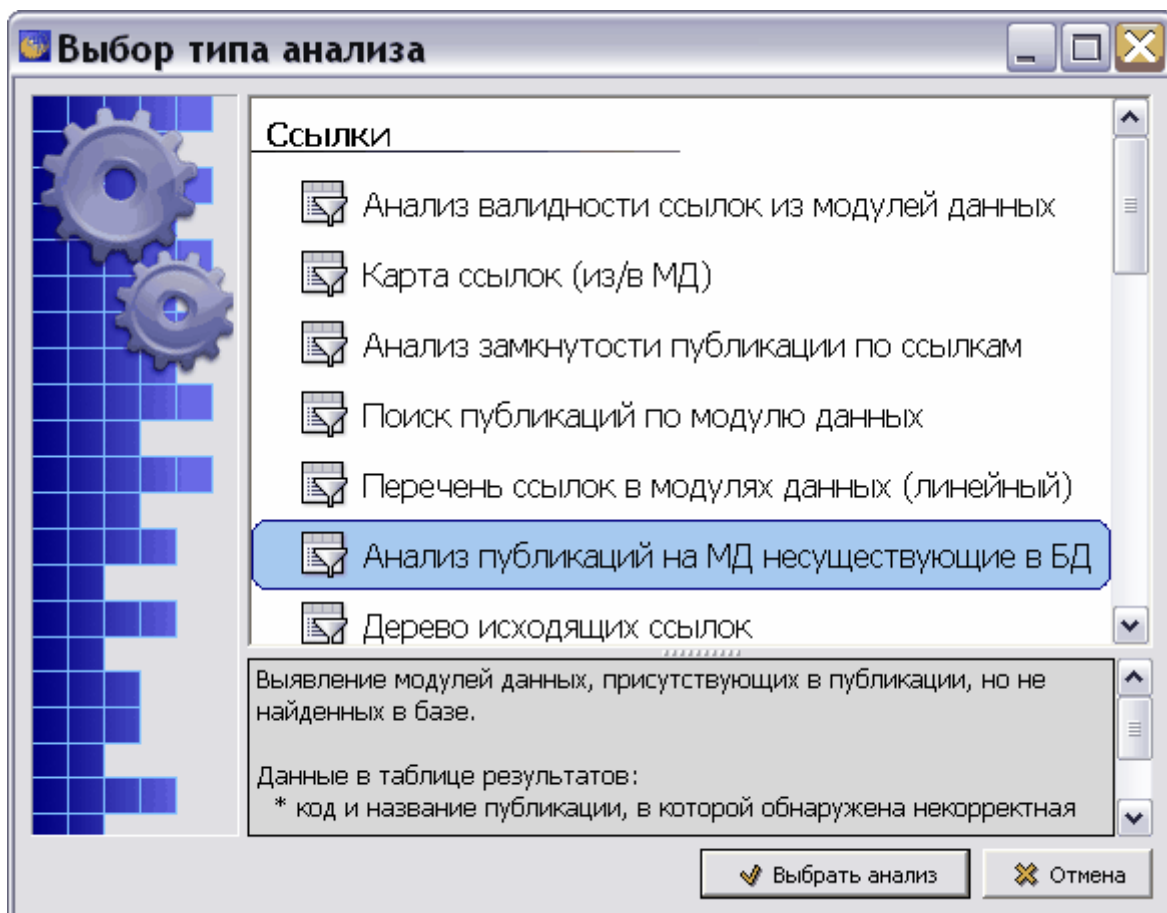

Рис. 21.103
1. В окне **Выбор типа анализа** выберите тип анализа «Анализ публикаций на МД несуществующие в БД» (Рис. 21.103).